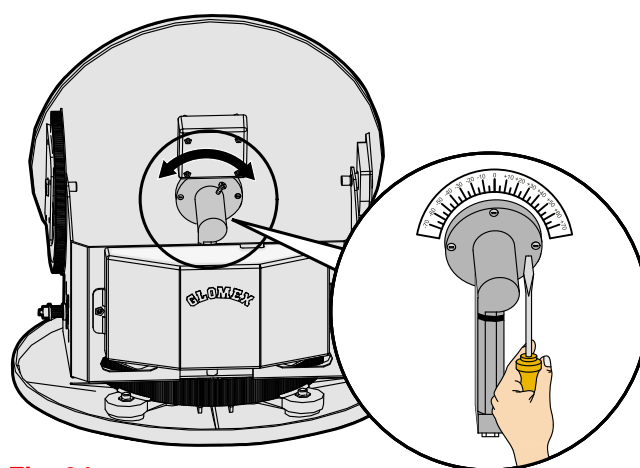

Fig. 24
- afloje los 4 tornillos ajustando el LNB al disco (consulte **Fig. 24**) y mueva el disco manualmente, tomando como referencia el parámetro de calidad de señal del receptor digital en uso para realizar una calibración correcta (consulte el manual del receptor). La calibración no debe cambiarse si el bote permanece en la misma área y recibe la transmisión del mismo satélite.